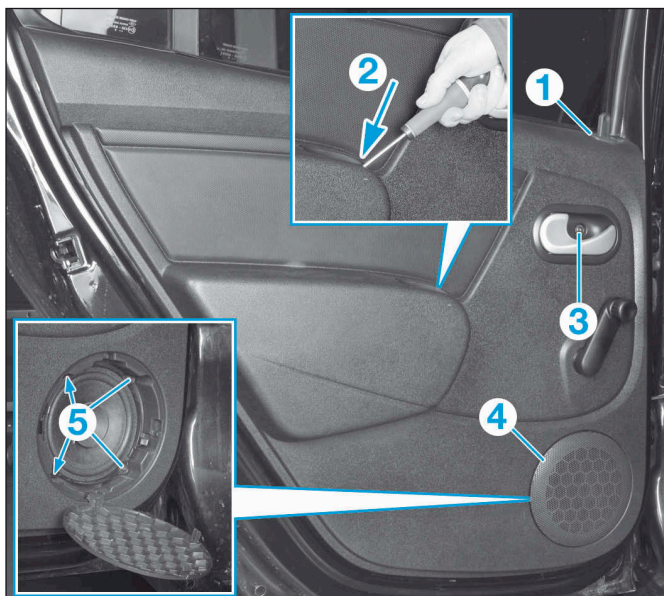
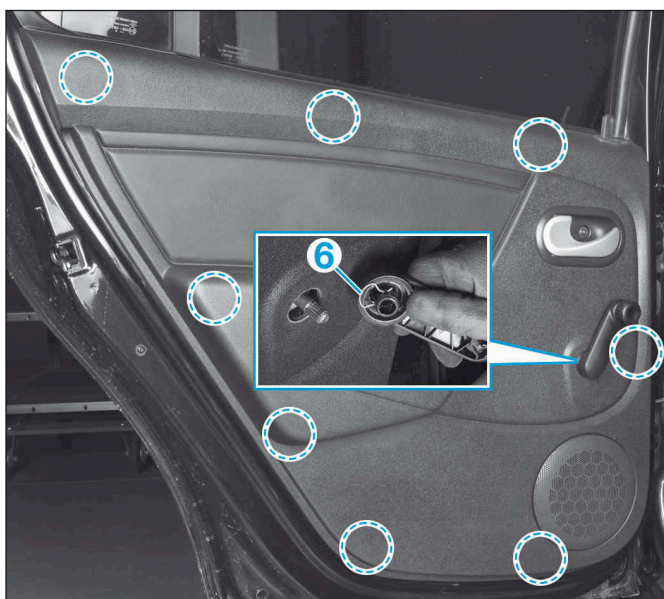

FIG.27
FIG.28
- Déposer l'enjoliveur (1) (Fig.27).
- Déposer les vis (2) et (3).
- Dégrafer la grille de haut-parleur (4).
- Déposer les vis (5).
- Si équipé de lève-vitre manuel, soulever l'agrafe (6) de la manivelle puis déposer cette dernière (Fig.28).